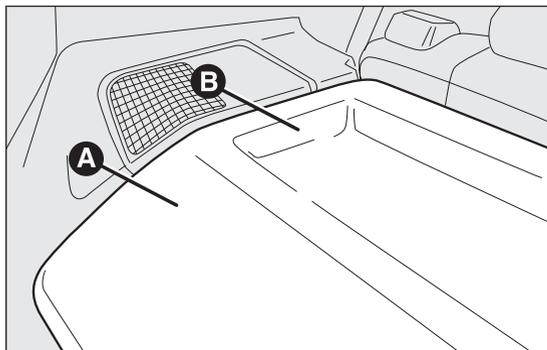
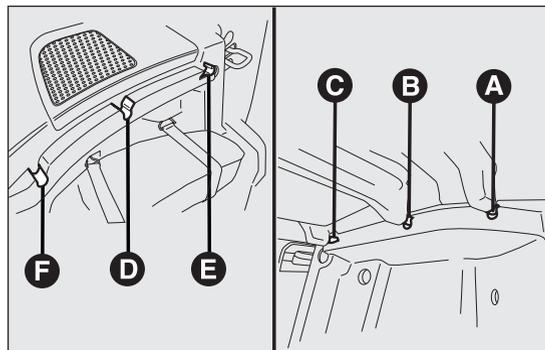

fig. 70
fig. 71
La bandeja fig. 70 está formada por dos partes.
- abrir el portón del maletero y levantar la parte delantera A fig. 70 soltando el perno A fig. 71 del alojamiento F fig. 71;
- levantar la parte trasera B fig. 70 soltando los pernos B y C fig. 71 del alojamiento D y E fig. 71;